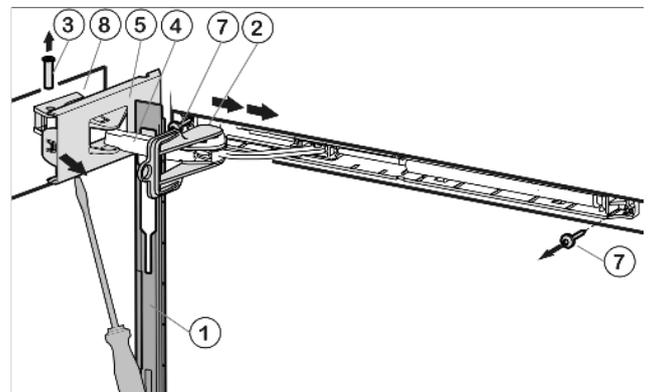

Fig. 5
- Spingere in avanti il pannello sopra la staffa dell'ammortizzatore Fig. 5 (4) in direzione dell'apparecchio.
- Innestare la protezione Fig. 5 (2) nell'asola.
- ▶ Staccare la copertura Fig. 5 (5) lato cerniera servendosi di un cacciavite fino al primo bloccaggio.
- ▶ Spingere fuori dal basso il perno Fig. 5 (3).
- ▶ Spingere la staffa dell'ammortizzatore Fig. 5 (4) verso la porta.
- ▶ Staccare completamente la copertura Fig. 5 (5) lato cerniera e toglierla.
- ▶ Togliere il pannello Fig. 5 (1).
- ▶ Svitare l'unità dell'ammortizzatore di chiusura (2 x Torx 15) Fig. 5 (7).
- ▶ Svitare l'elemento di supporto Fig. 5 (8) e spostarlo ruotato di 180° sul lato opposto. Eventualmente praticare fori a vite o utilizzare un avvitatore a batteria.